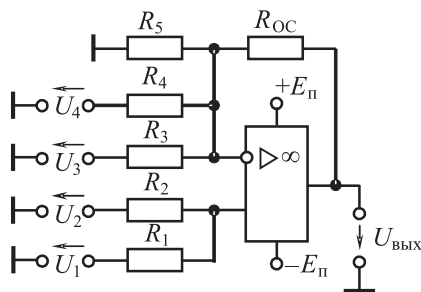

Рис. 15.3
Решение. Число положительных членов заданной функции определяет число неинвертирующих входов (2), а число отрицательных членов – число инвертирующих входов (2). Схема сумматора приведена на рис. 15.3. Коэффициенты усиления (весовые